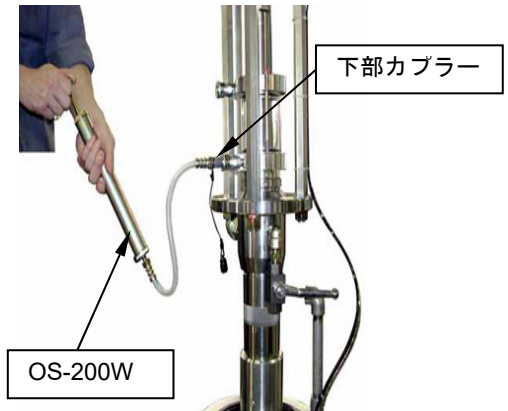

Fig.7.2
- ① 下側カプラーに抜き取り用オイルガン（OS-200W : オプション）を接続し、レバーを引きオイルを抜き取ってください。(Fig.7.2)